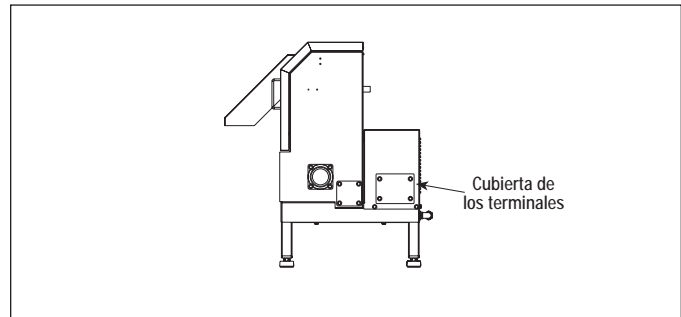

Figura 13.
3. Retire la cubierta de los terminales del Waste Xpress (ver Figura 13).
- A. Sosteniendo ambas asas, retire el tubo de descarga del Waste Xpress inclinandolo hacia arriba (ver Figura 13).